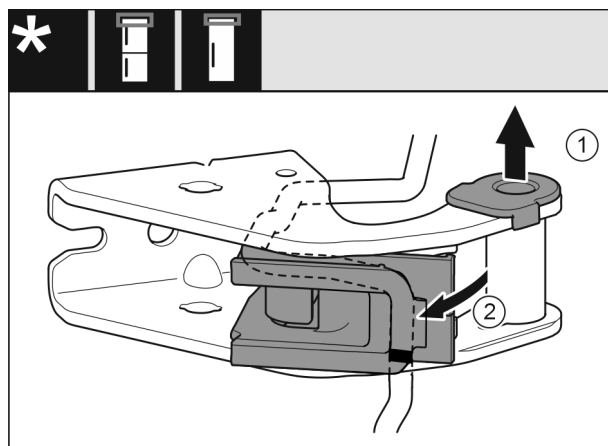

Fig. 17
- ▶ Ležajno dozo povlecite iz vodila. Fig. 17 (1)
- ▶ Držalo kabla obrnite navzven. Fig. 17 (2)